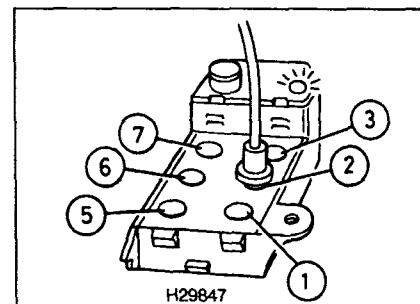

Рис. 37.4. Для извлечения кодов неисправностей вставьте диагностический провод в гнездо 2
- 1 Вставьте диагностический провод в гнездо 2 диагностического блока (см. рис. 37.4).